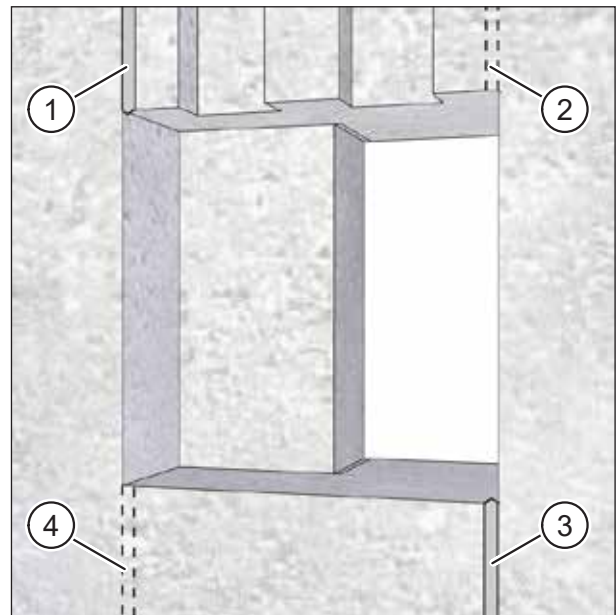

Abb. 14: Mauernuten für Anschlusskabel fräsen
- ▶ Fräsen Sie einen Kabelkanal für das Netzkabel (Pos. 1 in Abb. 14) und ggf. einen Kabelkanal für das Steuerkabel (Pos. 3 in Abb. 14).
- Die Mauernuten in Abb. 14 sind beispielhaft. Alternative Mauernuten sind gestrichelt dargestellt (Pos. 2 und Pos. 4 in Abb. 14). Für die spätere Elektroinstallation empfiehlt es sich, das Netzkabel von links und ggf. das Steuerkabel von rechts an den Mauerdurchbruch heranzuführen.